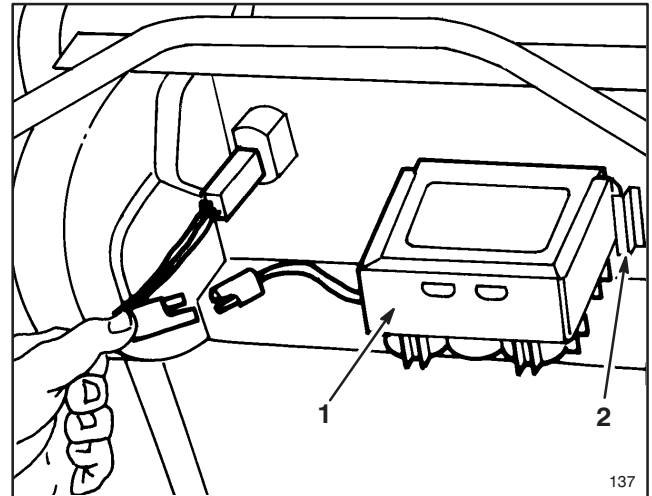

Abbildung 5
1. Siehe unter Batterieaufladung, Seite 17. Batterie, mit der Aufkleberseite nach oben, zwischen Befestigungsglaschen an der Rückseite des Schaltbretts schieben und Kabel anschließen (Abb. 5). Zum Anlassen des Motors Schlüssel im Schalter drehen.